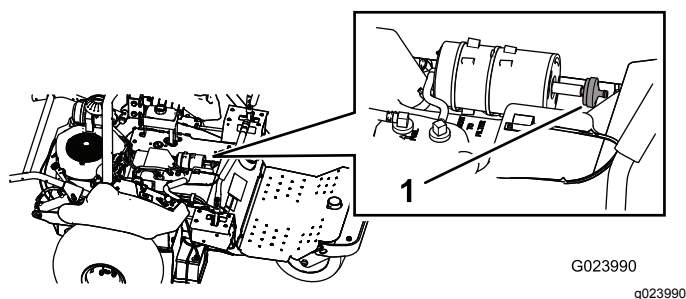

Figura 46
3. Desconecte el filtro del cartucho de carbón (Figura 46).